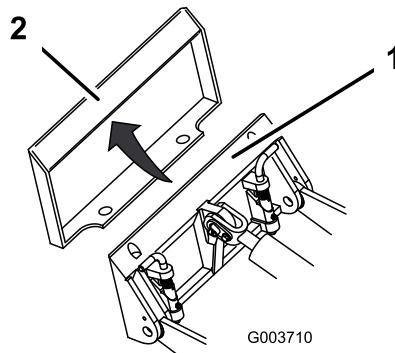

Рисунок 24
- Вставьте монтажную пластину под верхнюю кромку установочной пластины навесного оборудования (Рисунок 24).